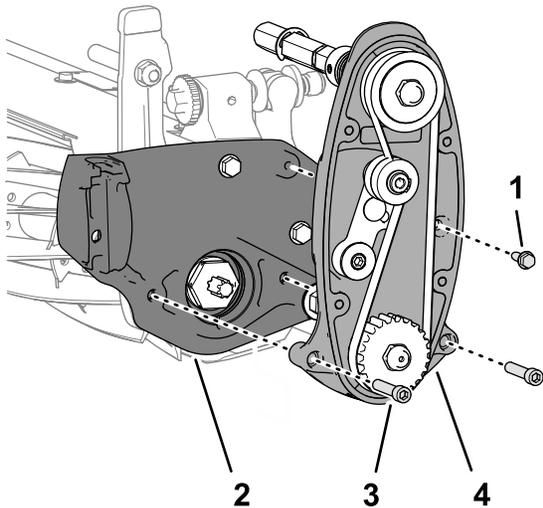

图 7
2. 拆下用于将滚刀驱动总成固定到滚刀组侧板的凸缘头螺丝 $\frac{1}{4} \times \frac{3}{4}$ 英寸 图 7。
3. 从 2 个锁紧螺母由侧板固定上拆下用于将滚刀驱动总成固定到滚刀组侧板上的 2 个六角头螺丝 $\frac{5}{16} \times 1\frac{1}{2}$ 英寸然后拆下滚刀驱动总成 图 7。